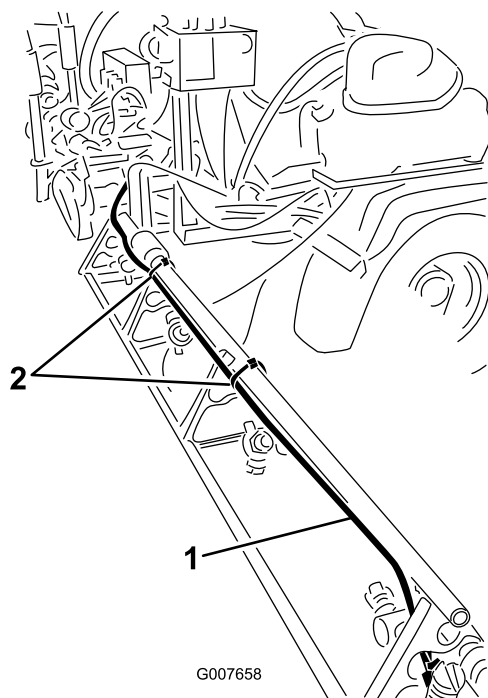

Bild 25
- Entfernen Sie die Kabelbinder, mit denen die Flüssigkeits- und Luftschläuche des Schaummarkierers am äußeren Auslegerabschnitt befestigt sind (Bild 25).